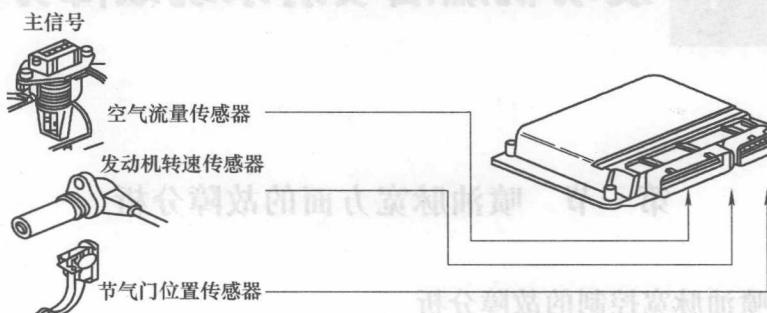

图 1-2 控制基本喷油脉宽调节的传感器
(1) 负责基本喷油脉宽调节的传感器 此类传感器有空气流量传感器、节气门位置传感器和发动机转速传感器，如图 1-2 所示。其中，空气流量传感器的信号为主信号。空气流量传感器计量的是单位时间内的进气量，以 g/s 计算。节气门位置传感器计量的是节气门开启角度和开启速率。发动机转速传感器计量的是发动机每个工作循环内的进气量，以 g/s 计